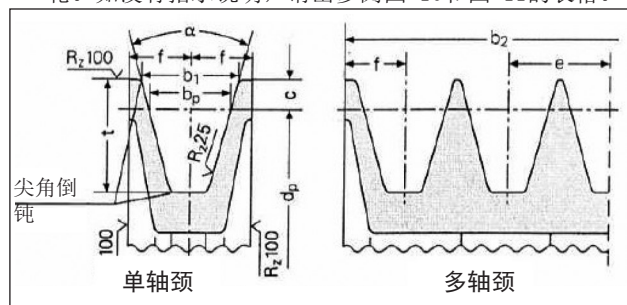

图 10
- a) 使用皮带制造商说明/建议轴颈尺寸的V型皮带用皮带轮。如没有指示说明，请出参阅图 10和图 11的表格。